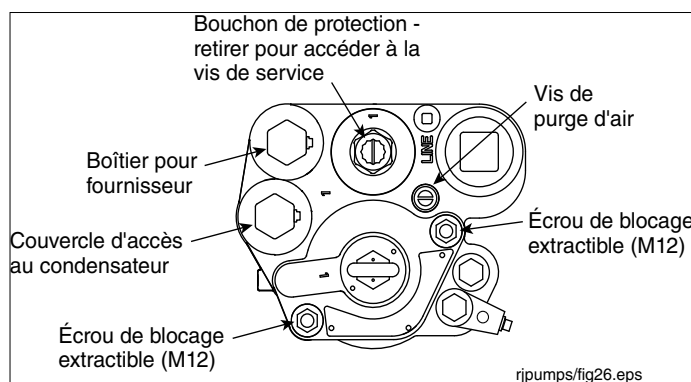

Figure 44. Écrous de blocage extractibles
2. Retirez les deux écrous de blocage extractibles (voir la Figure 44). Les ressorts sur les goujons de blocage entre la bride de la section extractible et le collecteur repoussent la section extractible vers le haut, rompant les joints.
- Dévissez la vis de purge d'air de 2 à 3 tours (voir la Figure 44).